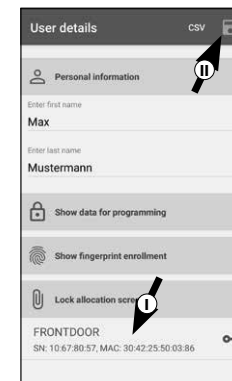

Abb. 56
- ② Weisen Sie danach einen Zylinder zu, indem Sie ihn in der Liste der bereits registrierten Zylinder antippen (I) (Abb. 56).
- ③ Speichern Sie Ihre Einstellungen durch Antippen des Diskettensymbols oben rechts (II) (Abb. 56).
- ④ Dem Benutzer wurde innerhalb der KeyApp nun Benutzercode und das ausgewählte Schloss zugewiesen. Damit Zylinder und Tastatur diese Informationen ebenfalls erhalten, muss der Programmierungsvorgang gestartet werden. Die Beschreibung hierzu finden Sie im Kapitel „Programmierung/ Aktualisierung von Zylinder und Tastatur“ auf Seite 13.